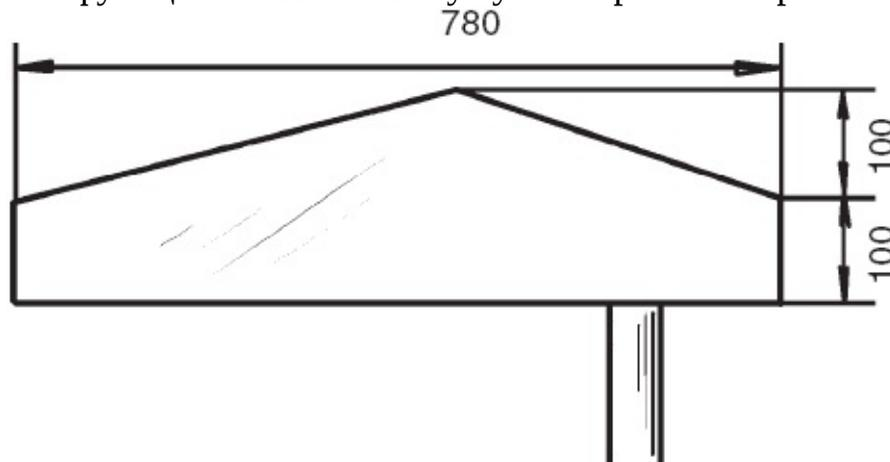

Рис. 73. Зонт (размеры указаны в миллиметрах)
7. Чтобы дождь не мешал готовить на гриле, накройте его зонтиком (рис. 73), который будет опираться на трубы, установленные в дальние углы гриля. Их не требуется закреплять (хотя скобы, вмонтированные в кладку распорными дюбелями, сделают конструкцию более надежной), поскольку эти функции на себя возьмут уголки решетки гриля.